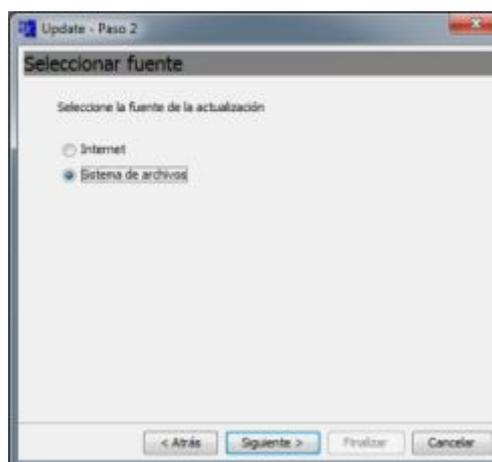

FIGURA 45: Paso 2, seleccionar la fuente de actualización.
Paso 2 (FIGURA 45), seleccionar la fuente de actualización, en este caso sistema de archivos.